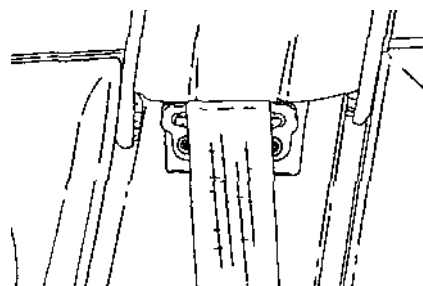

Рис. 9.3.
- Выкрутить винты крепления кронштейна ремня безопасности к центральной стойке кузова (рис. 9.3) и снять этот кронштейн.